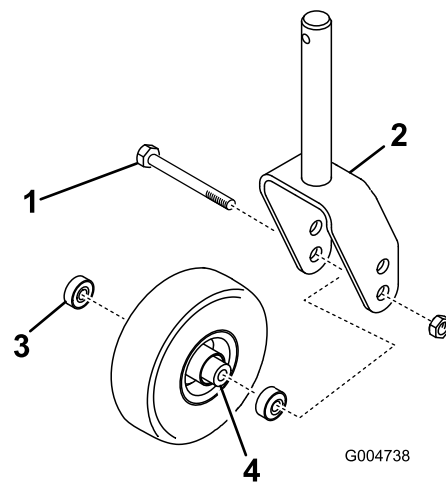
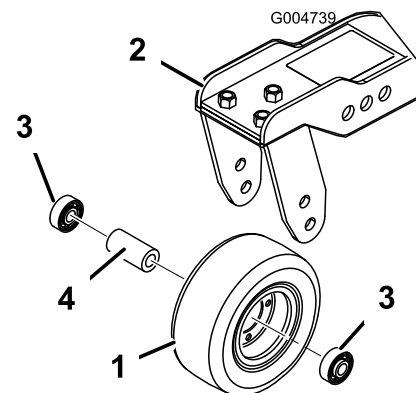

Bild 126
Bild 127
1. Entfernen Sie die Sicherungsmutter von der Schraube, mit der das Laufrad zwischen der Laufradgabel (Bild 126) oder dem Laufradgelenkarm (Bild 127) befestigt ist.
2. Entfernen Sie das Lager aus der Radnabe und lassen das Lagerdistanzstück herausfallen (Bild 126 und Bild 127).